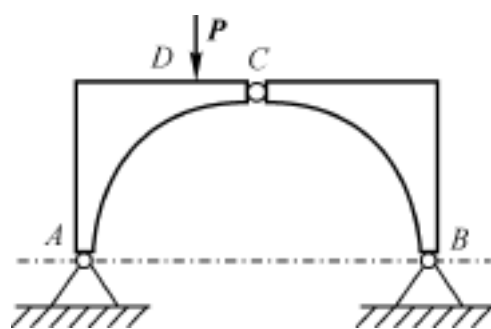

图 1.4
4. 如图 1.4 所示, 画出铰拱桥左右两部分 ADC 和 BC 的受力图。